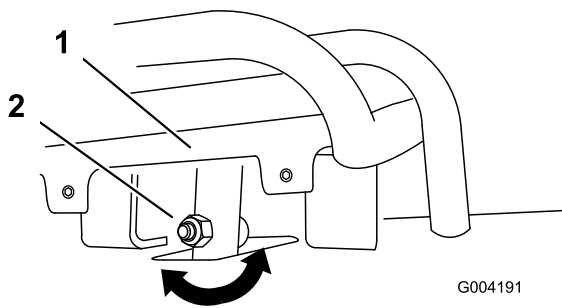
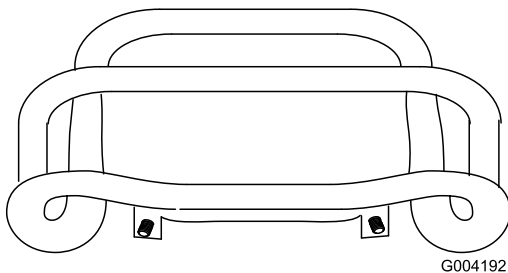

Bild 50
Bild 51
4. Wenn die Vorderseite des Fahrtriebs nicht bündig und gleichmäßig am Anschlagbügel bleibt, lösen Sie die Bundmutter und die Schraube im Schaft des Fahrtriebs (Bild 50).
5. Stellen Sie den Fahrtrieb so ein, dass er bündig am Anschlagbügel bleibt, wenn er gerade nach hinten gezogen wird (Bild 50 und Bild 51).